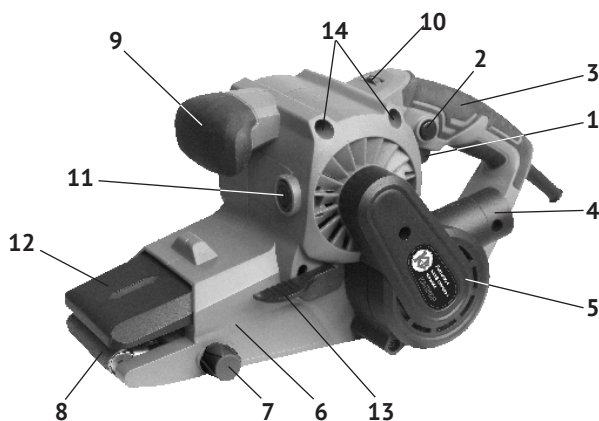

рис.1
Сверху на рукоятке (рис.1 поз.3) находится диск регулятора скорости (рис.1 поз.10), поворотом которого меняется скорость движения ленты.
Внешний вид шлифмашины представлен на рис.1
1.7 Механизм шлифмашины расположен в пластиковом корпусе (рис.1 поз.6), состоящем из двух половин, выполненный зодно с рукоятками. Крутящий момент с якоря электродвигателя, зубчатым ремнём передаётся на ведущий валик. Между ведущим и ведомым валиками движется абразивная шлифовальная лента (рис.1 поз.8) на тканевой основе – рабочий инструмент шлифмашины.
1.8 Клавиша выключателя (рис.1 поз.1) расположена в нижней части рукоятки. Включение шлифмашины осуществляется нажатием на клавишу выключателя. Фиксация клавиши в рабочем положении, осуществляется кнопкой (рис.1 поз.2), расположенной слева на рукоятке. При повторном нажатии на клавишу, кнопка фиксации и клавиша (со щелчком) возвращается в исходное положение - выключено.
1.9 Модель выполнена со сдвижным кожухом (рис.1 поз.12) в передней части инструмента. Для удобства работы в труднодоступных местах, или при обработке заготовок сложной конфигурации, кожух сдвигается назад (указано стрелкой на его верхней части) и фиксируется рычагом (рис.1 поз.13), открывая передний ролик с лентой. При этом можно обрабатывать заготовку передней (торцевой) и верхней частью ленты (в пазах, щелях и т.п.).
1.10 Пылесборник, входящий в комплект поставки, устанавливается на патрубок пылеотвода (рис.1 поз.4) и предназначен для сбора шлама и пыли, образующейся в процессе шлифования. Поток воздуха из корпуса к патрубку обеспечивает специальная крыльчатка, с отдельным шестерёнчатым приводом.
- включить машину на холостом ходу и отцентрировать регулятором (рис.1 поз.7) прямой ход ленты;
- при выключенном инструменте, установить пылесборник на патрубок пылеотвода (рис.1 поз.4);
- вставить винт- струбцину (в комплект поставки не входит) в одно из монтажных отверстий (рис.1 поз.14) корпуса шлифмашины;
3.2 Для замены щёток необходимо открутить крышки щёткодержателей (рис.1 поз.11), извлечь старые щётки из щёткодержателей, заменить их новыми, установить на место крышки щёткодержателей. Щётки следует заменять парой для обеспечения равной степени их давления на коллектор якоря. Опробовать работу шлифмашины кратковременным включением на холостом ходу, для приработки щёток.
- снять кожух ремня (рис.1 поз.5), открутив 3-и крепёжных винта;